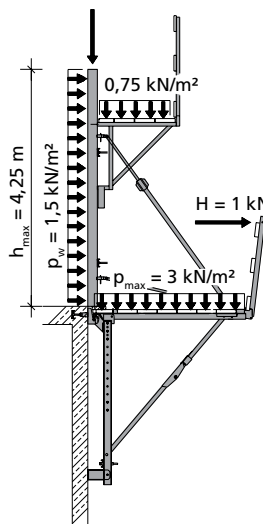

Abb. 23.3
- Schalungsgerüst und Schalung auf Gerüst abgestützt (Abb. 23.3)